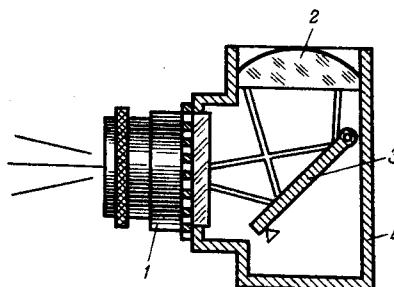

Рис. 9. Принципиальная схема фокусировки объектива зеркального фотоаппарата:
Характерной особенностью зеркального фотоаппарата является зеркальный видоискатель (рис. 9), на матовом стекле которого создается изображение снимаемого объекта, причем примерно такого же размера, как и в кадровом окне фотоаппарата. Фокусировка объектива осуществляется по матовому стеклу видоискателя. Объектив (1) направляет световой поток на зеркало (3), которое отклоняет лучи на матовую поверхность коллективной линзы (2). На этой поверхности и появляется изображение снимаемого объекта, которое через пентапризму рассматривается в окуляр. Изображение, создаваемое на коллективной линзе, соответствует изображению, которое получается на фотопленке в пределах кадрового окна.